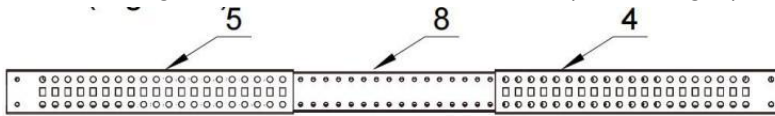

Figure 1
1. Richten Sie die linke Eckhalterung (#4) und die rechte Ecke Klammern (#4) mit den Mittelteilen (#8), schieben Sie die Eckhalterungen über die Mittelabschnitte. (Abbildung 1)